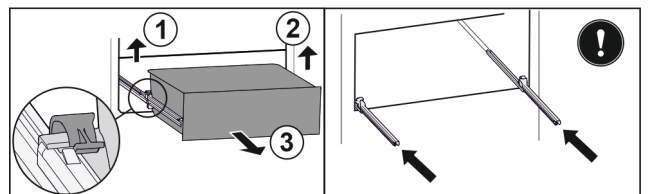

Fig. 142
- Tõstke vasakut klambrit üles ja tõmmake samaaegselt sahtlit vasakult ettepoole. Fig. 142 (1)
- Tõstke paremat klambrit üles ja tõmmake samaaegselt sahtlit paremalt ettepoole. Fig. 142 (2)
- Võtke sahtel ettepoole välja. Fig. 142 (3)